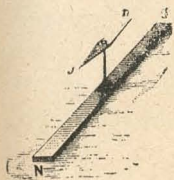

Fig. 193.—Orientación de una aguja imantada en el plano de un imán.
5. **Imán terrestre.**—Cuando se coloca una aguja imantada, arriba de un imán fijo NS (fig. 193), la aguja toma la dirección del imán, de modo que sus polos de nombre contrario coincidan. Se explica por lo tanto la orienta-